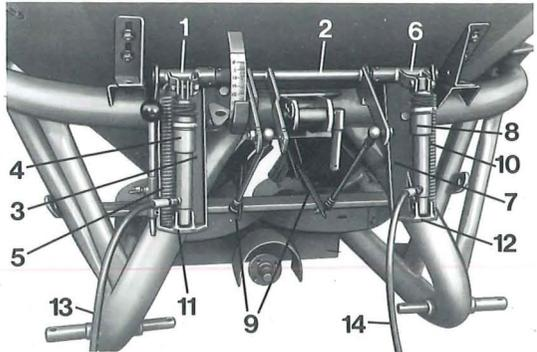

Fig. 10
4.5.2.1 Kupplungsteil (Fig. 10/1) rechts auf die Schaltwelle (Fig. 10/2) stecken und mit dem mitgelieferten Verbundstift verbinden.
4.5.2.2 Konsole (Fig. 10/3) auf das Kupplungsteil (Fig. 10/1) schieben und mit 2 Schrauben M 10 x 16 an der Befestigungsplatte am Rahmen anschrauben.
4.5.2.3 Hydraulikzylinder (Fig. 10/4) mit Hilfe einer Leichtspannhülse und einer M 8-Schraube mit dem Kupplungsteil (Fig. 10/1) verbinden.
4.5.2.4 Die Feder (Fig. 10/5) oben am Kupplungsteil (Fig. 10/1) einhängen.
4.5.2.5 Kupplungsteil (Fig. 10/6) links auf die Schaltwelle (Fig. 10/2) stecken und mit dem mitgelieferten Verbundstift verbinden.
4.5.2.6 Konsole (Fig. 10/7) mit angeschraubter Befestigungsplatte auf das Kupplungsteil (Fig. 10/6) schieben.
4.5.2.7 Hydraulikzylinder (Fig. 10/8) mit Hilfe einer Leichtspannhülse und einer M 8-Schraube mit dem Kupplungsteil (Fig. 10/6) verbinden.
4.5.2.8 Schieber (Fig. 10/9) völlig schließen und den Hydraulikzylinder (Fig. 10/8) ganz auseinanderziehen.
4.5.2.9 Zylinder (Fig. 10/8) einfluchten und die Befestigungsplatte – wie rechts bereits serienmäßig angebracht – an den Rahmen anschweißen.
4.5.2.10 Die Feder (Fig. 10/10) oben am Kupplungsteil (Fig. 10/6) einhängen.
4.5.2.11 Spannschrauben M 10 von unten durch die Zylinderhalter (Fig. 10/11 und Fig. 10/12) führen und die Federn (Fig. 10/5 und Fig. 10/10) bis zum Anschlag spannen.
4.5.2.12 Hydraulikschläuche (Fig. 10/13 und Fig. 10/14) anschließen.